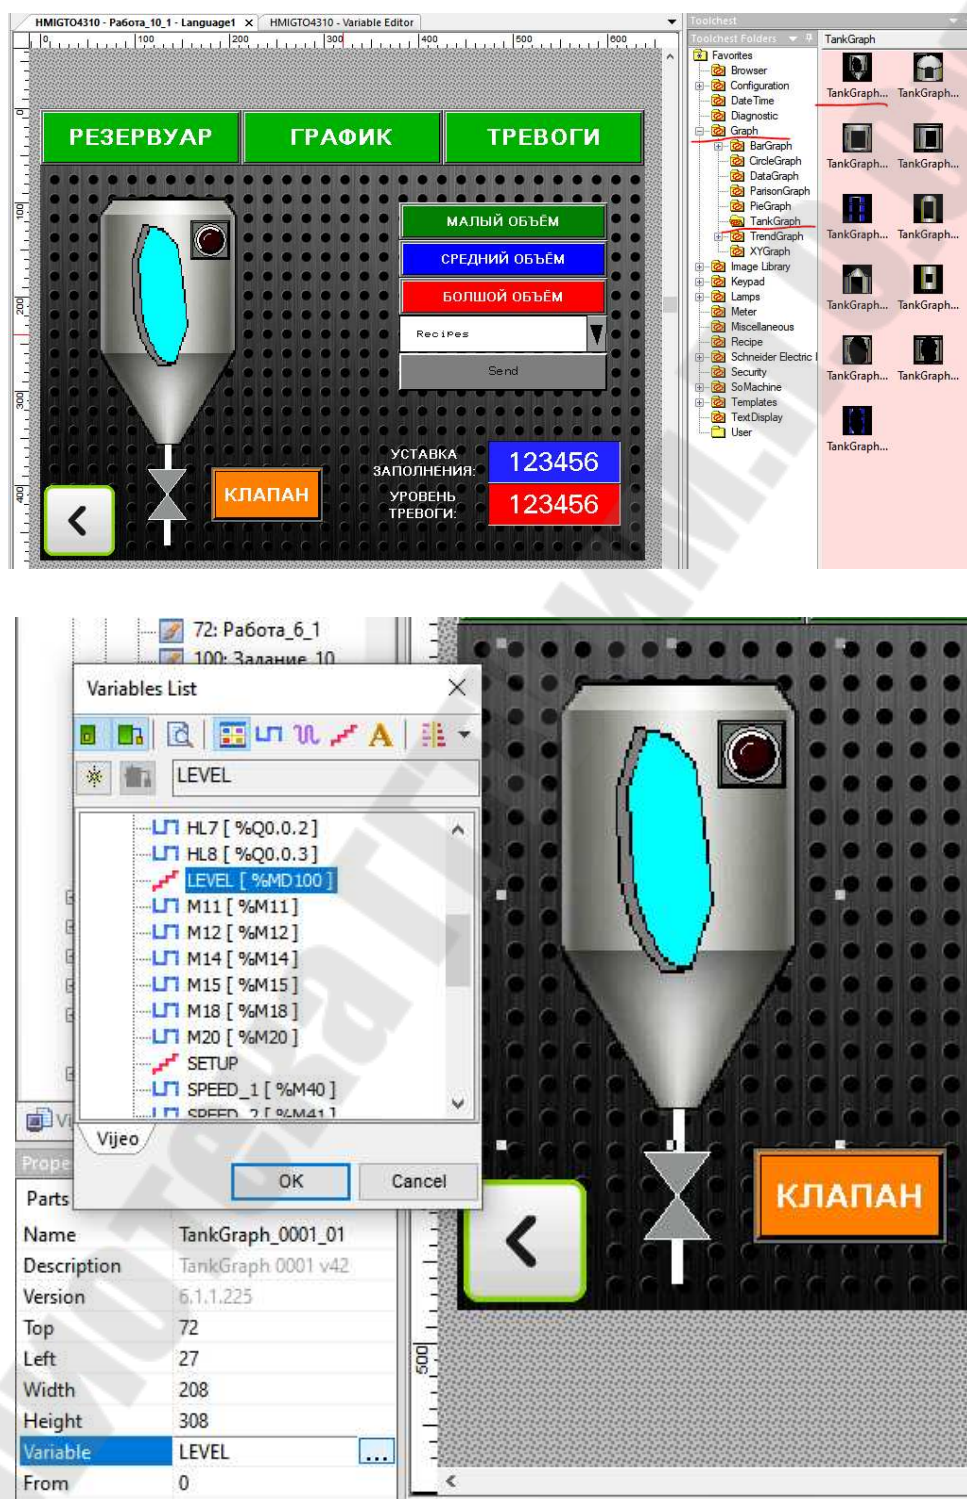

Рис. 17.5. Панель «Резервуар»
5. Из панели инструментов *Toolchest Folders* перенесем на панель «Резервуар» элемент *TankGrahp_0001_01* (рис. 17.5). Свяжем изображение резервуара с переменной *LEVEL*.